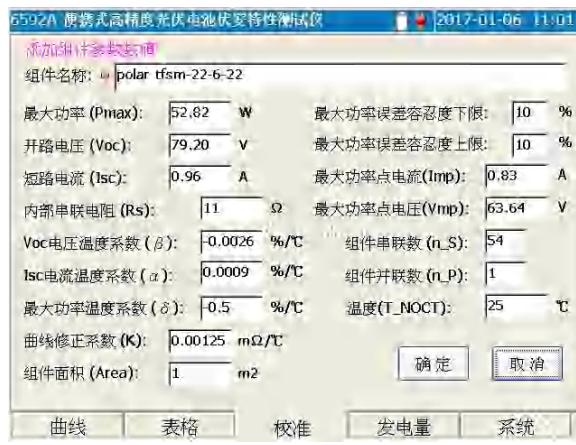

图 5-16 添加组件参数示意图
- 【添加】：如果用户自定义数据库 ModulesSelfPara.csv 文件中保存的组件型号少于 20 组，则允许用户向此数据库中添加新的组件型号。点击此按钮后，将弹出参数输入窗口，如图 5-16 所示。